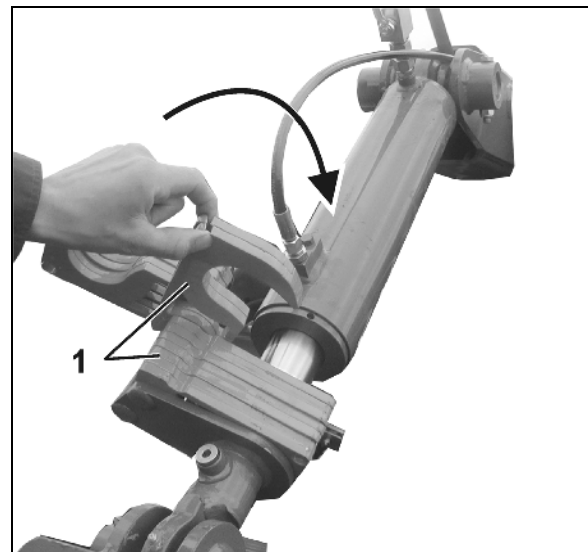

Рис. 25
изменением количества дистанционных упоров (Рис. 25/1) на поршневом штоке.
Гидравлическая регулировка рабочей глубины с помощью шкалы (Рис. 25/1).
- Переведите стрелку (Рис. 25/2) в направлении цифры 0.
- Переведите стрелку (Рис. 25/2) в направлении цифры 12.